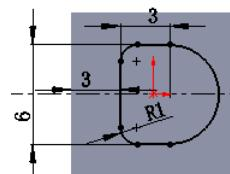

图 14.2.5 横断面草图
② 定义横断面草图。在草图环境中绘制图 14.2.5 所示的横断面草图。
③ 选择下拉菜单 **插入(I)** → **退出草图** 命令，退出草图环境，此时系统弹出“凸台一拉伸”对话框。
(3) 定义拉伸深度属性。
① 定义深度方向。采用系统默认的深度方向。
② 定义深度类型和深度值。在“凸台一拉伸”对话框 **方向1** 区域的下拉列表中选择 **给定深度** 选项，在  中输入深度值 1.0，选中 **合并结果(M)** 复选框。
(4) 单击 \checkmark 按钮，完成凸台一拉伸 2 的创建。